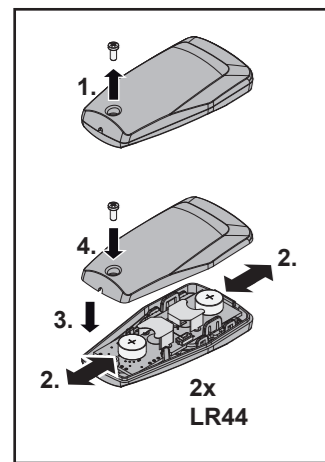

Fig. 2
4.1 Udskiftning / isætning af batteri (fig. 2)
4.1 Bytt ut batteret / sett inn batteri (fig. 2)